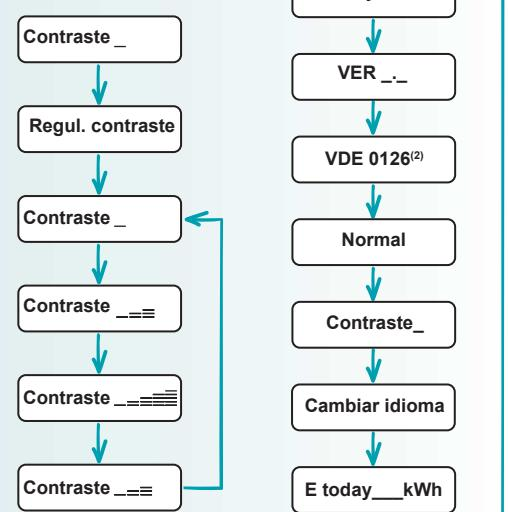

Fig. 16
- Pulsar de manera repetida el botón "Pantalla" hasta que aparezca "Contraste" acompañado de un **diagrama de barras a la derecha** (Fig. 16).